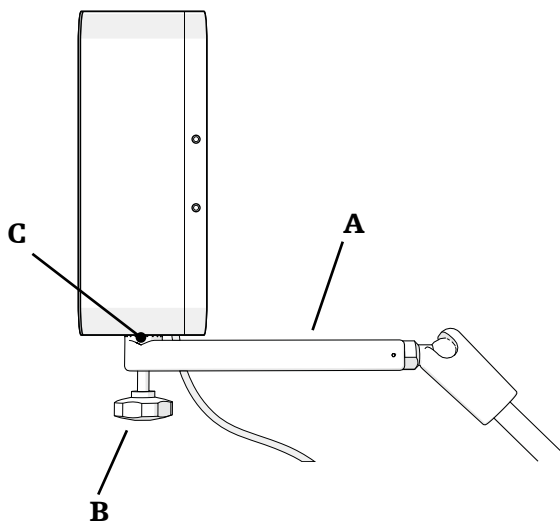

Figura 1 - Posicionamento do Gerador de Campo no Braço de Montagem do Gerador de Campo (Vista lateral)
2. Posicione o Braço de Montagem do Gerador de Campo com os dentes (Figura 1, C) virados para cima e a parte superior do braço articulado do Braço de Montagem do Gerador de Campo (Figura 1, A) paralelamente à mesa de operações.
3. Coloque o Gerador de Campo nivelado nos dentes do Braço de Montagem do Gerador de Campo (Figura 1, C).
4. Fixe o Gerador de Campo por cima com uma mão, insira o manípulo em estrela (Figura 1, B) diretamente na rosca do Gerador de Campo e aperte o manípulo em estrela com a outra mão por baixo.
1. Posicione o Braço de Montagem do Gerador de Campo de forma a que a parte superior do braço articulado esteja paralela à mesa de operações e o manípulo em estrela do Braço de Montagem do Gerador de Campo fique virado para baixo. Consulte a Figura 1.